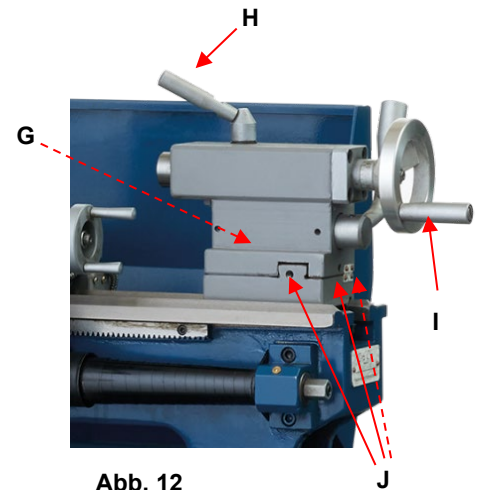

Abb. 12
10. **Reitstock-Klemmschraube (G, Abb. 12)**
11. **Klemmhebel für Reitstockpinole (H, Abb. 12)**
12. **Handrad zum Verschieben der Reitstockpinole (I, Abb. 12)**
13. **Einstellung des Reitstockversatzes (J, Abb. 12)**